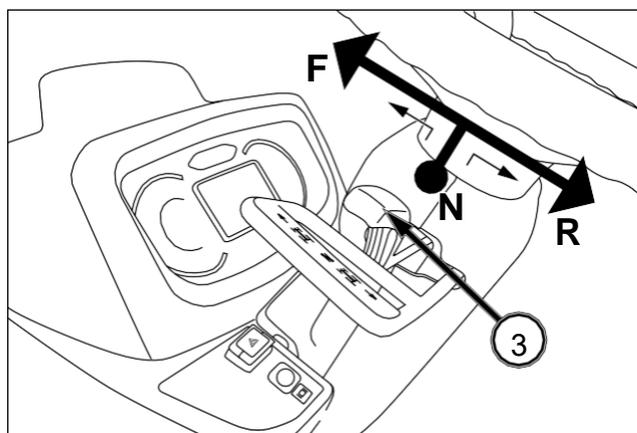

FIG. 88
FIG. 88: La palanca (3) de la columna de dirección permite seleccionar la marcha adelante o la marcha atrás. Mueva la palanca hacia delante para seleccionar la marcha adelante y muévala hacia atrás para la marcha atrás. Levante primero la palanca, antes de desplazarse. Esta vez, no suelte el pedal de acoplamiento. Sitúe la palanca en la posición central Neutra cada vez que el tractor esté inmovilizado.